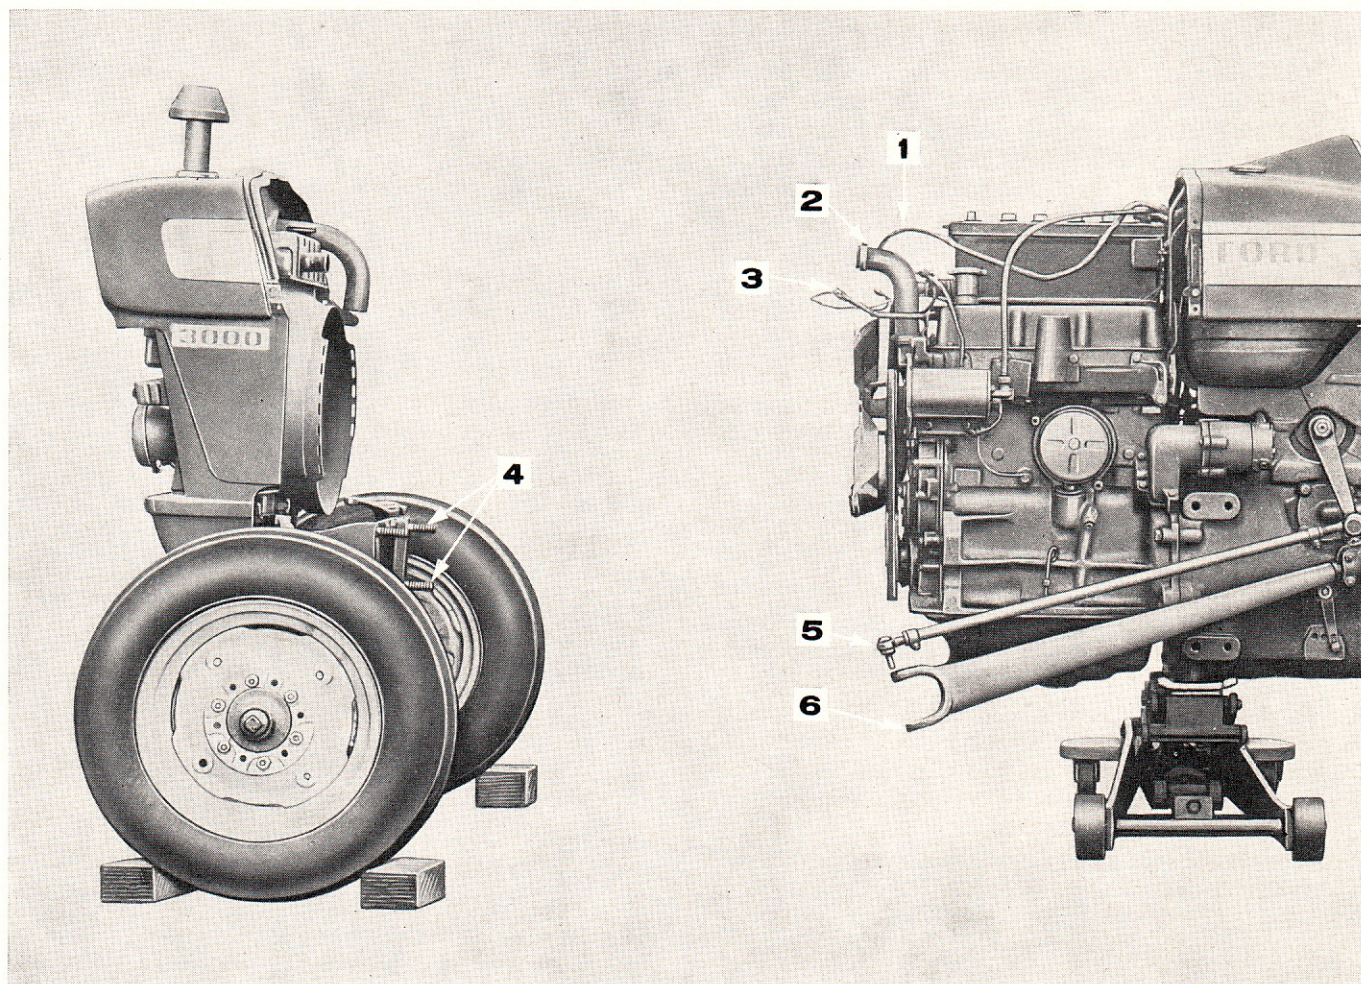

Figure 4: Séparation du train avant
8. Desserrer les colliers de fixation des durites de radiateur et retirer les durites du radiateur. Desserrer le collier de fixation de la manchette d'entrée d'air (fig. 4).